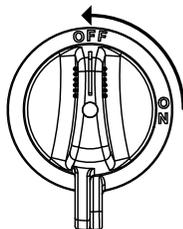

Figure 49. Commutateur de la batterie (OFF)
5. Mettre le **commutateur de la batterie** (Figure 49) dans la position de marche **OFF**.